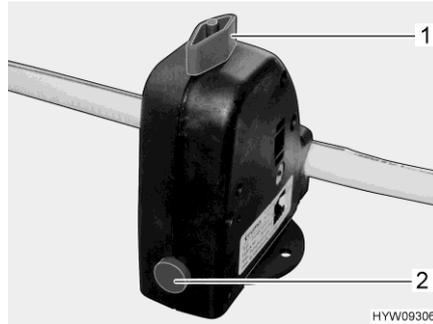

Fig. 120 Valvola di sicurezza/di scarico (boiler)
Il boiler è dotato di una valvola di sicurezza/di scarico (Fig. 120). La valvola di sicurezza/di scarico impedisce che l'acqua congeli nel boiler in presenza di basse temperature esterne, quando il riscaldamento non è acceso.
- Chiudere la valvola di sicurezza/di scarico. A tal fine ruotare la manopola (Fig. 120,1) verticalmente rispetto alla valvola di sicurezza/di scarico e premere verso l'interno il bottone automatico (Fig. 120,2).
- Aprire la valvola di sicurezza/di scarico. A tal fine ruotare la manopola (Fig. 120,1) nel senso della lunghezza della valvola di sicurezza/di scarico. Il bottone automatico (Fig. 120,2) scatta all'infuori. Il boiler viene svuotato verso l'esterno tramite la valvola di sicurezza/di scarico.